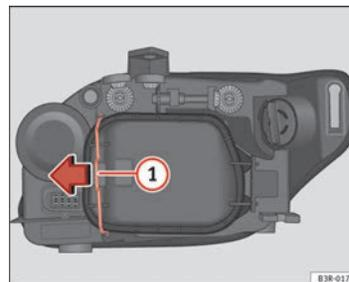

Abb. 200 Standlicht (Fahrzeuginnenseite)
- Den Spanner ⇒ Abb. 200  in Pfeilrichtung bewegen und den Deckel abnehmen, indem zuerst die Seite des Spanners und danach die beiden Laschen des anderen Endes des Deckels abgenommen werden.